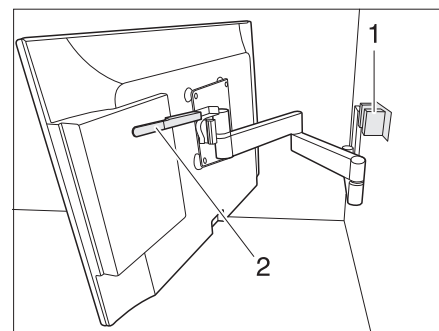

Fig. 7 Support à bras articulé
- Rabattre l'écran plat dans la position de départ et le verrouiller dans le blocage (Fig. 7, 1).